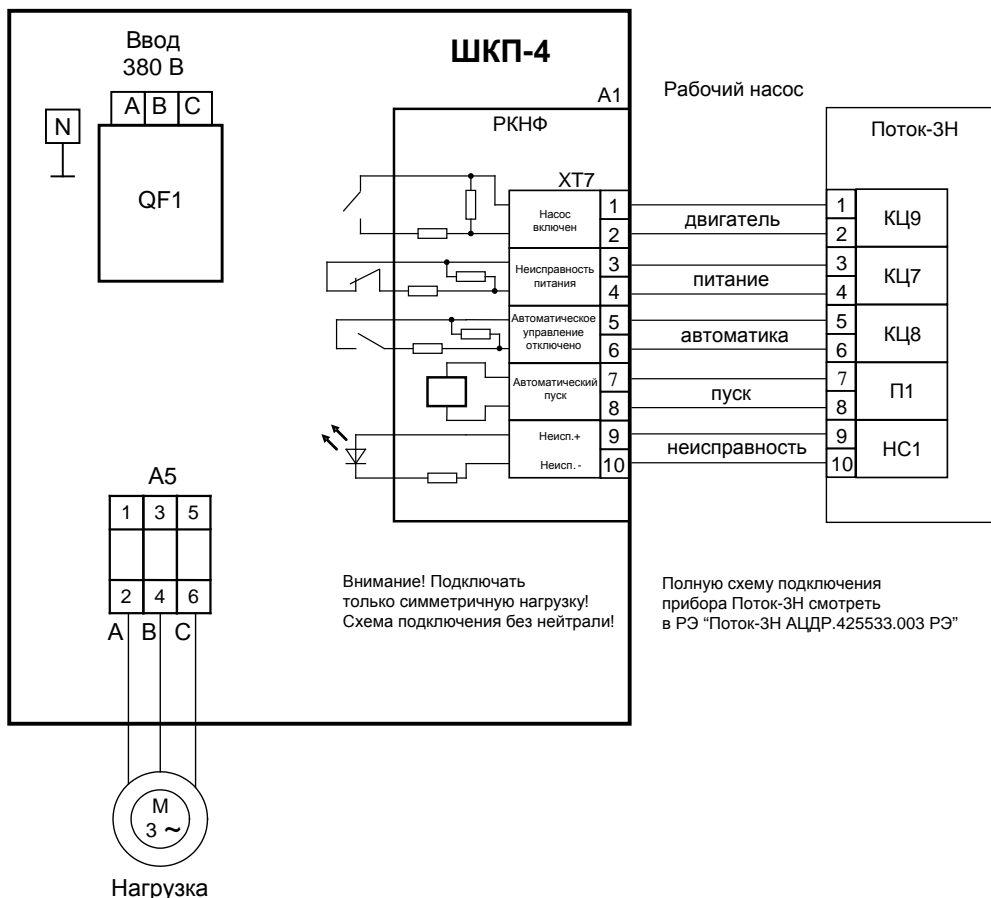

Рисунок 3. Вариант подключения шкафа при эксплуатации с прибором Поток-3Н
- 3) подключить к шкафу провода питающего сетевого напряжения, цепей нагрузки и контроля состояния согласно схеме электрической рис. 3;
- Максимально допустимое отклонение напряжения выставляется потенциометром 2 (см. рис. 3). $\Delta U_{НОМ}$ определяет одновременно верхний и нижний пороги срабатывания. Таким образом, входное напряжение будет считаться допустимым в диапазоне от $(220 - \Delta U_{НОМ})$ В до $(220 + \Delta U_{НОМ})$ В. $\Delta U_{НОМ}$ может принимать значения от 0 В (крайнее левое положение потенциометра) до 80 В (крайнее правое положение потенциометра).
- Время интегрирования неисправности (время задержки срабатывания) выставляется регулятором 3 (см. рис. 3). t_c определяет время накопления неисправности (восстановления) и может принимать значения от 0 с (крайнее левое положение потенциометра) до 16 с (крайнее правое положение потенциометра).